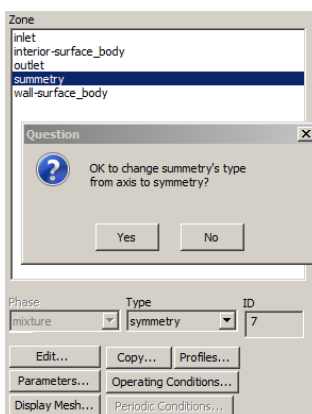

Рис. 34 – Настройка граничного условия симметрии
**Шаг 4.** Затем необходимо для границ симметрии применить соответствующий тип граничного условия. В поле *Type* выбирается тип *symmetry* и на запрос программы о его изменении ответить *Yes*. (*outlet*) (рис. 34):